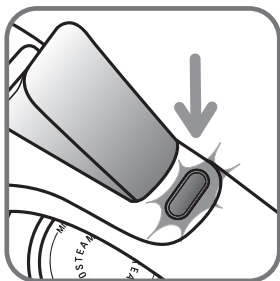

fig.11
• Pour votre sécurité, le système électronique coupe l'alimentation et le voyant autostop clignote fig.11 lorsque :